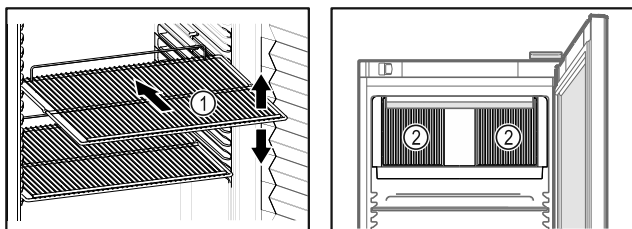

Fig. 30 Ilustratīvs attēlojums Fig. 31
- ☐ Ja novietošanas režģi Fig. 30 (1) ir novirzāmi, pielāgojiet tos pēc augstuma.